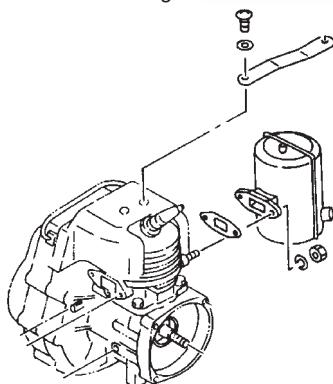

Fig. 25
- c. Remove the muffler and clean out any excess carbon from the exhaust port or muffler inlet every 100 hours of operation. (Fig. 25, 26)
- c. Den Schalldämpfer alle 100 Betriebsstunden abnehmen und Rußablagerungen im Auslaß stutzen oder Schalldämpfereinlaß entfernen. (Abbildung 25, 26)